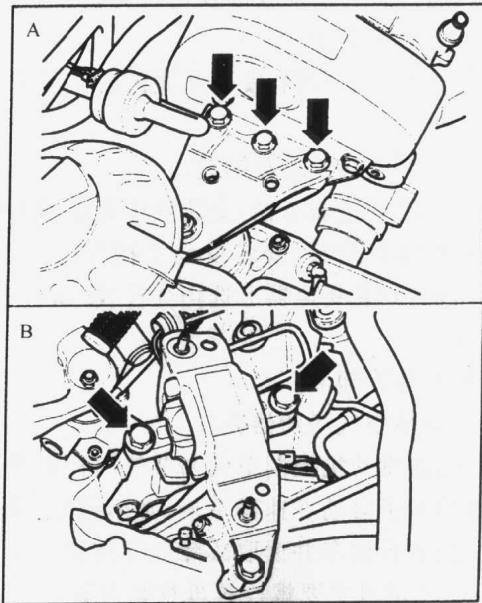

图 2-7
25)松脱变速器液压支座 B 发动机液压支座 A 上的螺栓,如图 2-7 箭头所示。